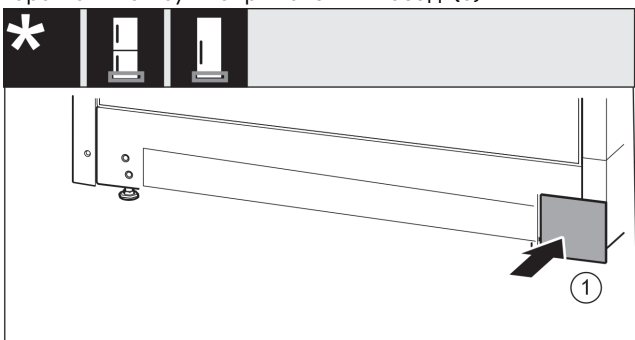

Fig. 37
- ▶ Знову одягнути кришку з іншого боку. Fig. 37 (1)